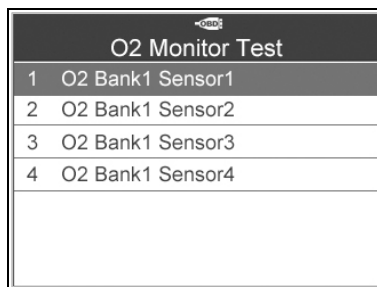

Figure 6.17
- 3) Utiliser le bouton de défilement **vers le haut/vers le bas** pour sélectionner le capteur O2 depuis le menu **Test de moniteur O2** et appuyer sur le bouton **Y**. (Figure 6.17)